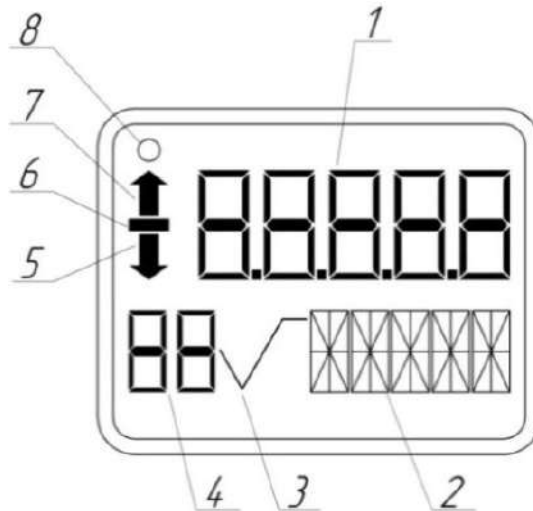

Рисунок 17 – Дисплей ЖК–индикатора
3.6.2 При наличии ЖК–индикатора (рисунок 17) на дисплее отображается: